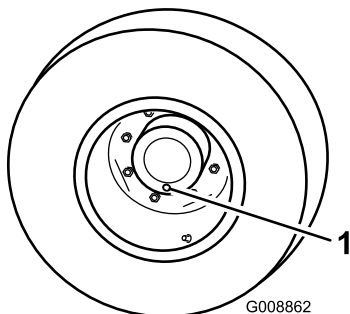

Figura 66
1. Posizionate la macchina parcheggiata su una superficie piana e la ruota in modo che 1 dei tappi di controllo si trovi nella posizione inferiore (ore 6) (Figura 66).